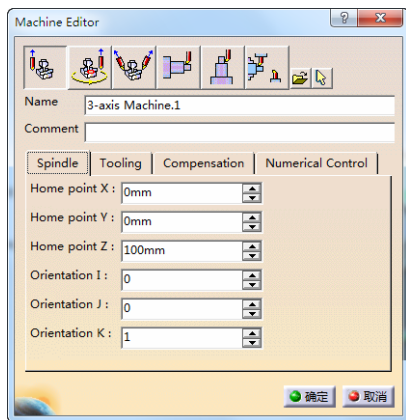

图 3-9 “Machine Editor”对话框 (1)
2) 机床设置。单击“Part Operation”对话框中的 machine 按钮，弹出“Machine Editor”对话框 (1)，保持默认设置“3-axis Machine.1”，如图 3-9 所示。